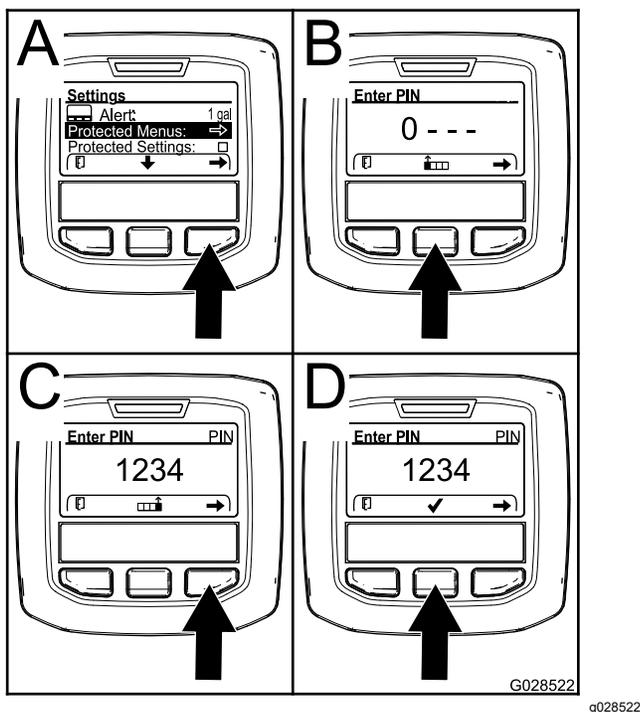

Рисунок 26
2. В меню SETTINGS (НАСТРОЙКИ) с помощью средней кнопки прокрутите меню вниз к пункту PROTECTED MENU (ЗАЩИЩЕННОЕ МЕНЮ), и нажмите правую кнопку (Рисунок 26А).
3. Чтобы ввести ПИН-код, нажмите среднюю кнопку и удерживайте ее в нажатом положении до появления первой цифры, затем нажмите правую кнопку, чтобы перейти на следующую цифру (Рисунок 26В и Рисунок 26С). Повторяйте этот пункт до тех пор, пока не будет введена последняя цифра, затем нажмите правую кнопку еще раз.